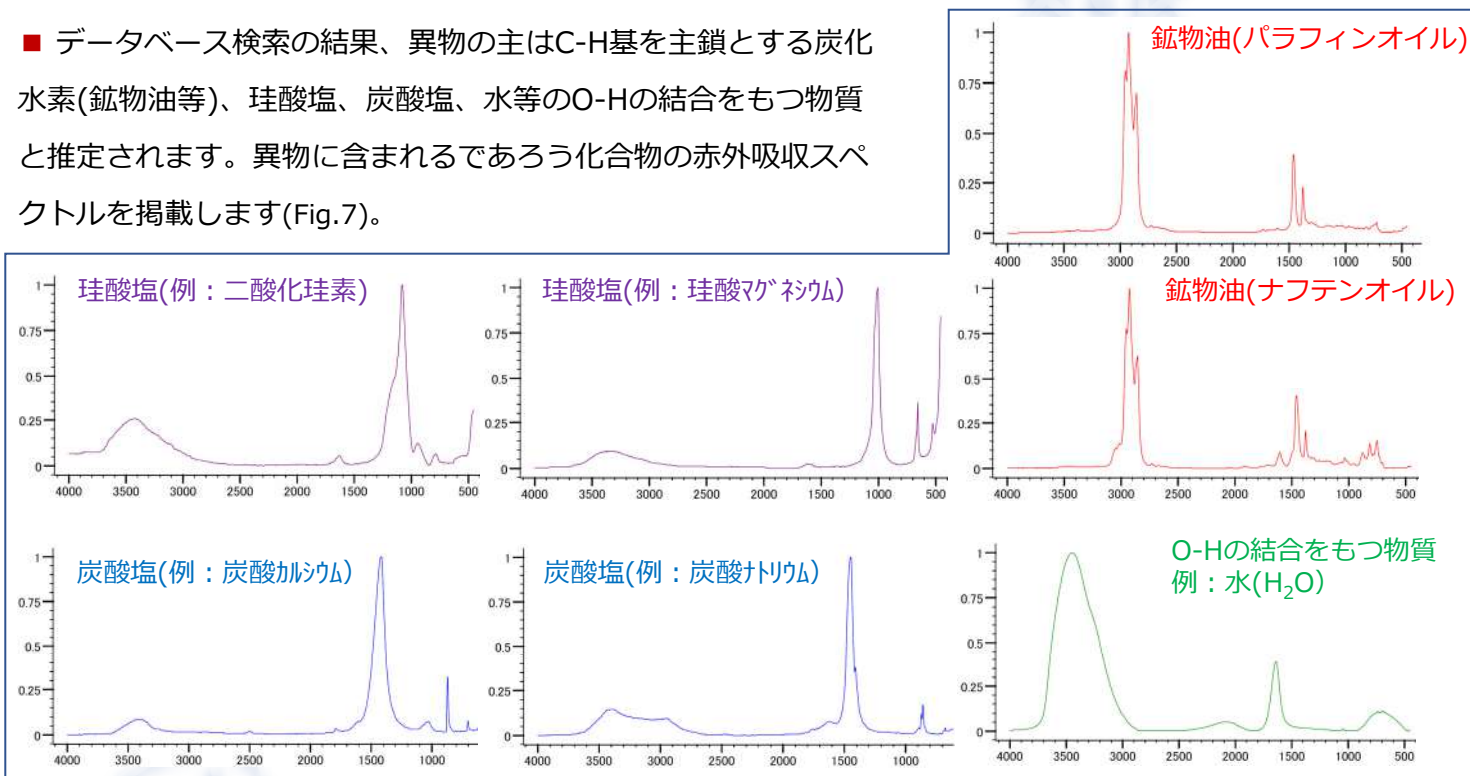

Fig.7 異物に含まれるであろう化合物の赤外吸収スペクトル
■ データベース検索の結果、異物の主はC-H基を主鎖とする炭化水素(鉱物油等)、珪酸塩、炭酸塩、水等のO-Hの結合をもつ物質と推定されます。異物に含まれるであろう化合物の赤外吸収スペクトルを掲載します(Fig.7)。